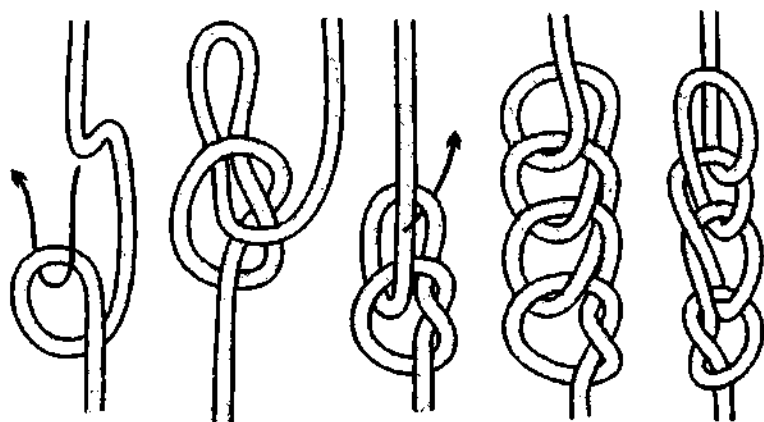

Рис. 146. *Мартышкина цепочка.*
*Мартышкина цепочка* легко и быстро вяжется и сильно укорачивает трос (рис. 146). Из четырёх метров верёвки может получиться один метр цепочки. Вязка цепочки начинается из *быстроразвязывающегося простого узла* или *быстроразвязывающейся восьмёрки*. В зависимости от первоначального расположения петли, рисунок вязки у *мартышкиной цепочки* может быть различным.